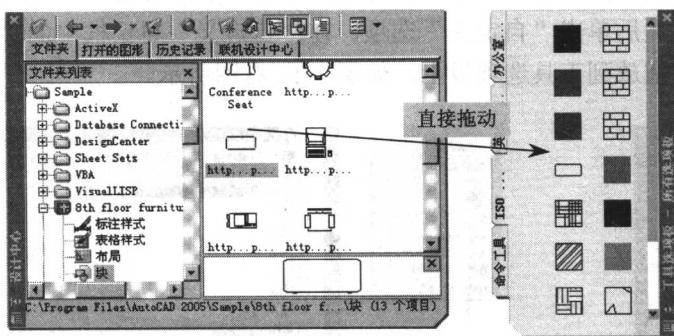

图 1-16 在工具选项板中添加工具
(2) 在设计中心的内容区域, 可将图形、块和图案填充从设计中心直接拖动到当前工具选项板中, 如图 1-16 所示。